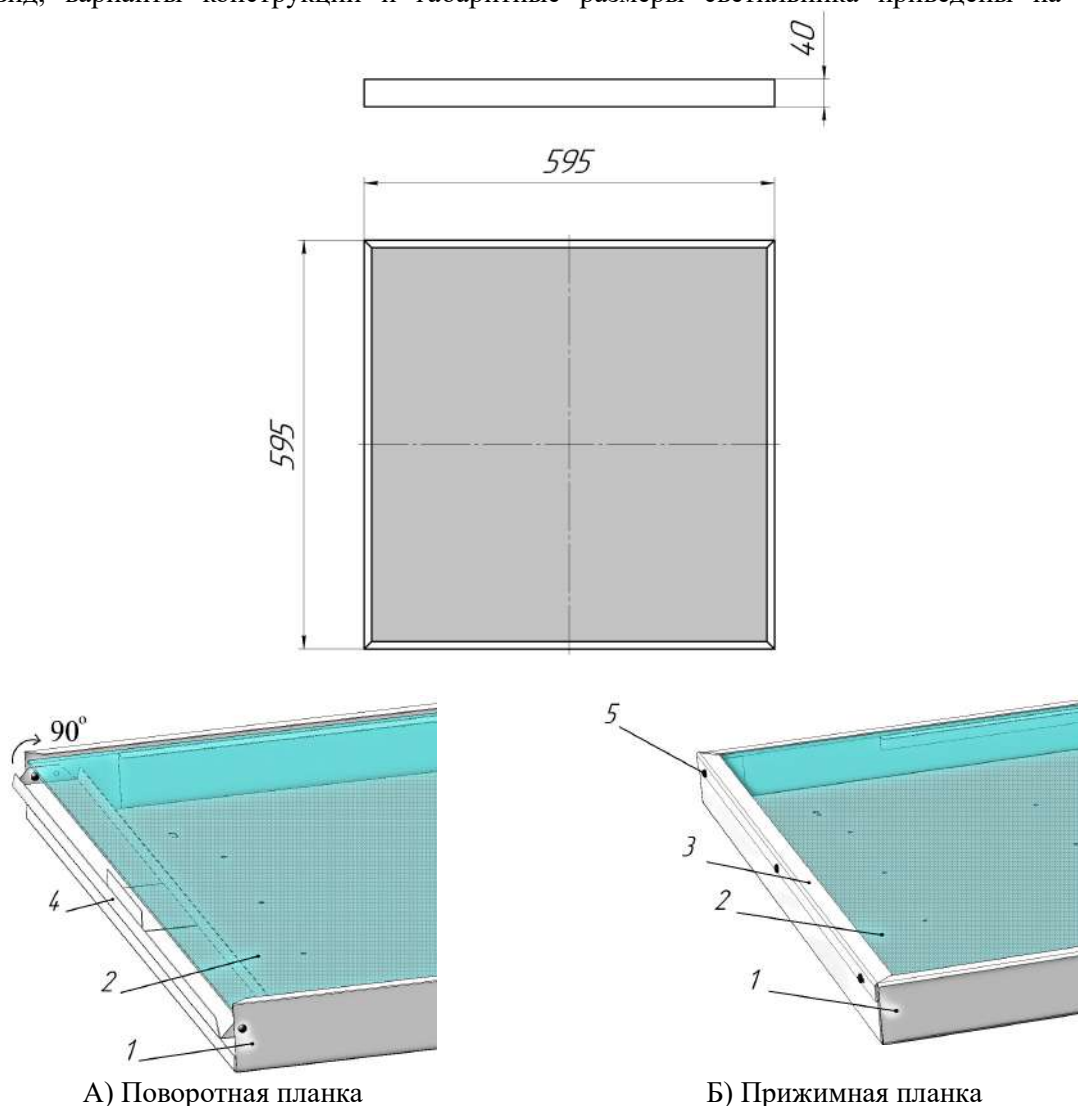

Рисунок 1.
1.4.1. Светильник состоит (см. рисунок 1) из корпуса поз.1, изготовленного из металла, который является несущим элементом светильника, защитного опалового стекла поз.2, светодиодных полупроводниковых модулей, источника питания и контактного устройства.